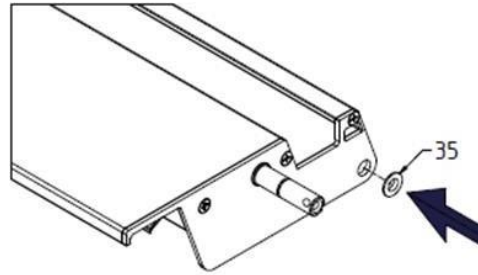

Fig. 13
Inserire in ogni piuma il manicotto del cuscinetto (35) fornito negli accessori, premendolo con cura dall'esterno nel connettore del pen drive è inserito nel foro d'angolo, come mostrato nella Fig. 13.